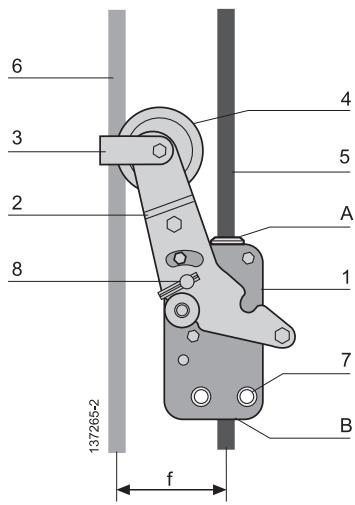

Fig. 1
L'appareil antichute Blocstop™ type BSA (fig. 1) est composé d'un boîtier en acier zingué (rep. 1 fig. 1) et d'un levier en acier zingué pivotant (rep. 2 fig. 1) avec à son extrémité un galet de détection en acier zingué (rep. 4 fig. 1). L'appareil antichute est fixé rigidement à la plate-forme suspendue par ses 2 vis + écrous auto freinés préalablement montés dans les orifices (rep. 7 fig. 1). La rotation du levier (rep. 2 fig. 1) commande l'ouverture ou la fermeture des mâchoires.
Le fonctionnement de l'appareil antichute est automatique, et dépend uniquement de la distance  $f$  (voir fig. 1) entre le câble de levage (rep. 6 fig. 1) permettant de lever la plate-forme suspendue et le câble antichute (rep. 5 fig. 1) passant dans le boîtier (rep. 1 fig. 1).
- quand le câble de levage (rep. 6 fig. 1) est tendu, le levier (rep. 2 fig. 1) maintient les mâchoires ouvertes et le câble antichute (rep. 5 fig. 1) coulisse librement dans l'appareil (fig. 7),
- quand le câble de levage (rep. 6 fig. 1) est détendu, le levier (rep. 2 fig. 6) grâce à un ressort de rappel à l'intérieur du boîtier (rep. 1 fig. 6) bascule et provoque le serrage des mâchoires sur le câble antichute (rep. 5 fig. 1). L'arrêt de la plate-forme suspendue est instantané du côté où l'appareil antichute est installé.
Le basculement du levier (rep. 2 fig. 1) peut être causé par :
Le guide-câble en acier zingué (rep. 3 fig. 1) permet d'assurer que le câble de levage (rep. 6) soit toujours en contact avec le galet (rep. 4 fig. 1).
**IMPORTANT** : chaque appareil antichute est réglé en usine (position du levier rep. 2 fig. 1 par rapport au boîtier rep. 1 fig. 1) à l'aide d'une vis et d'un écrou de blocage. Il est interdit de modifier le réglage du levier par rapport au boîtier.